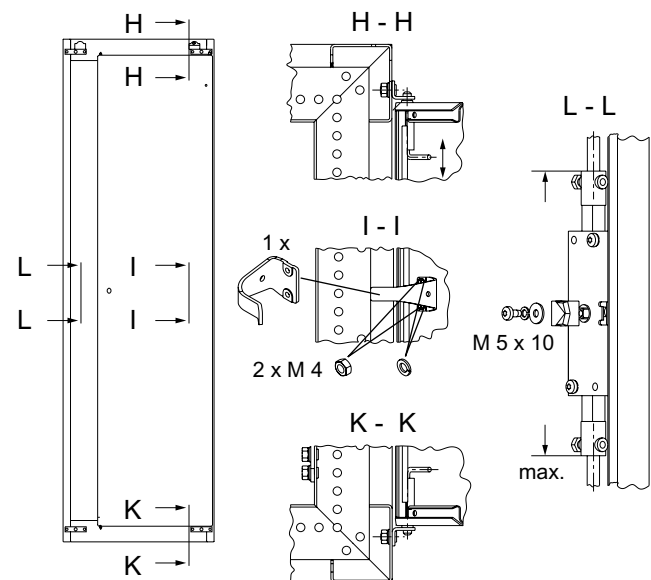

Bild 10
- 1 Bei loser Lieferung von Türen muss der Türwinkel auf der Scharnierseite und die Befestigung des Schließblechs am Schloss mit einberechnet werden, siehe Schnitt "L-L" und "I-I" in Bild 10.
- 3 Die 4 bzw. 6 Türlagerwinkel sind mit je einem Gewindebolzen M 8x15 und einer Mutter M 8 gesichert mit einer Kontaktscheibe am Gerüst befestigen, siehe Schnitt "H-H" und "K-K" in Bild 10